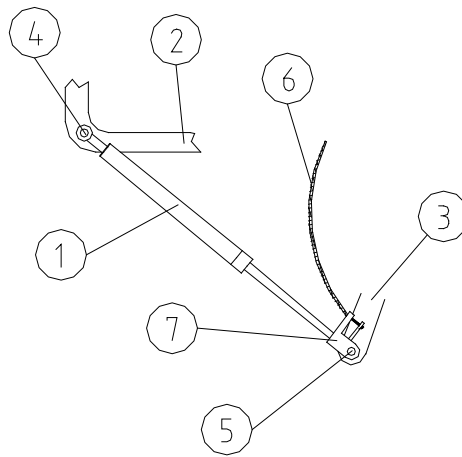

Abbildung 8
In Abbildung 8 ist die Befestigung der kompletten Gasdruckfeder (1) an der Halterung am Sitz (2) und der Halterung am Fahrgestell (3) gezeigt.
1. Die Einstellschraube aus dem Halteblech des Auslösekopfes (7) herausschrauben und den Bowdenzug (6) aushängen.
2. Mittels der Segerringzange wird der Segerring am Lagerbolzen (4) abgenommen.
3. Der Lagerbolzen (4) kann nun seitlich aus der Halterung am Sitz (2) herausgezogen werden.